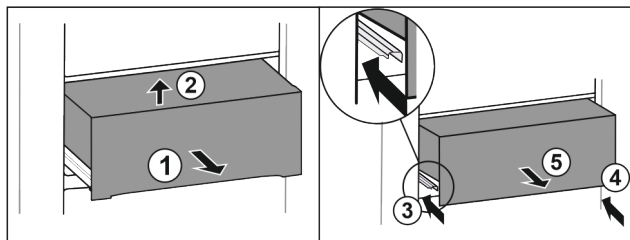

Fig. 47 *
- ▶ Zásuvku napůl vytáhněte Fig. 47 (1)*
- ▶ Vpředu nadzvedněte Fig. 47 (2)*
- ▶ Zasuňte levou kolejničku Fig. 47 (3)*
- ▶ Zasuňte pravou kolejničku Fig. 47 (4)*
- ▶ Zásuvku odeberte směrem dopředu Fig. 47 (5)*